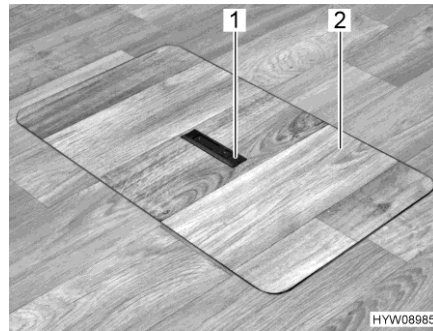
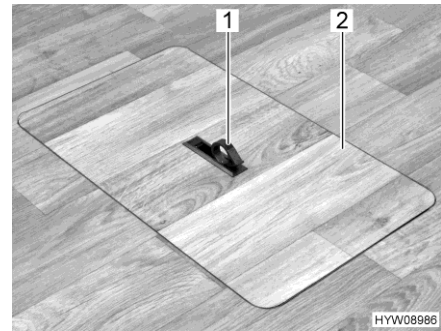

Fig. 51 Cubierta del compartimento de almacenamiento en el piso (tirador hundido)
Fig. 52 Cubierta del compartimento de almacenamiento en el piso (tirador girado hacia fuera)
- Presionar hacia abajo un lado de la placa de agarre (Fig. 51,1). El tirador (Fig. 52,1) girará hacia arriba.
- Retirar la cubierta (Fig. 52,2) hacia arriba.
- Insertar la cubierta (Fig. 52,2) en el marco en el piso.